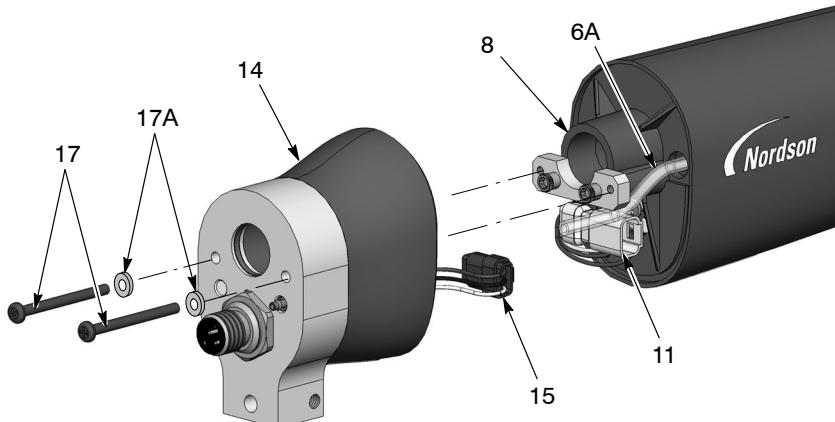

图 22 杆座喷枪拆卸 (1/3)
3. 请参见图 22。将插座线束（15）连接至电源线束（11）。将线束连接器（11、15）塞入后部枪体组件中，如图所示位置。